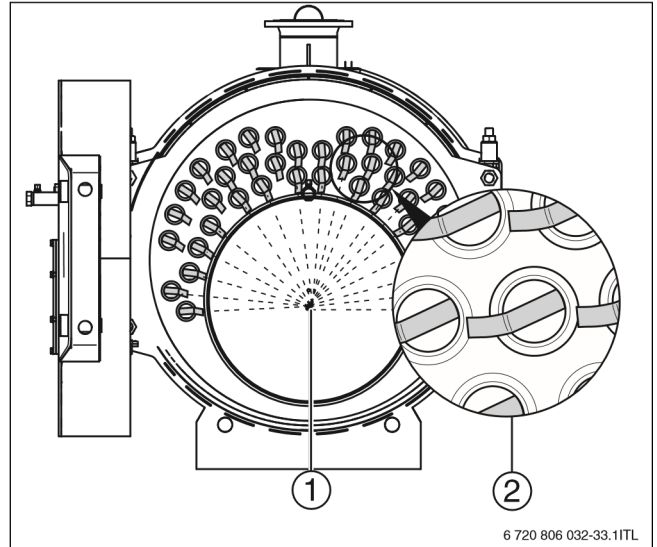

Рисунок 24 Установка турбулизаторов
▶ Устанавливайте турбулизаторы так, чтобы все концы (→ Рисунок 24, [2]) были направлены к середине камеры сгорания.